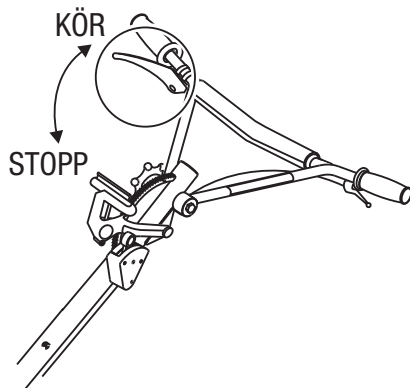

Bild 28. Dödmansgrepp (köräge)
8. Börja glättningen genom att hålla i handtagen och samtidigt ta tag i dödmansgreppet och aktivera det (om det finns något). (Bild 28).